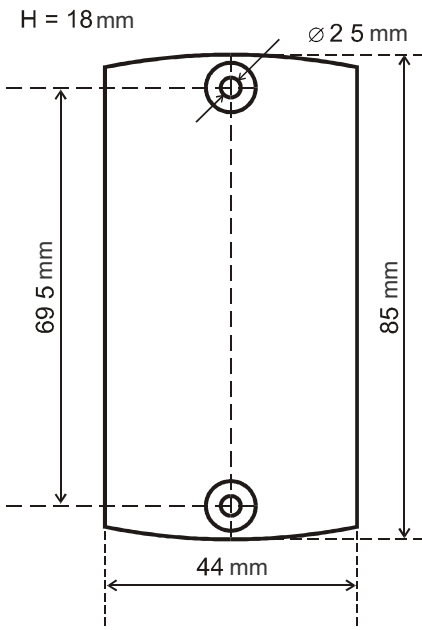

Bild 1
1. Märk ut och borra fästhålen i samma dimension som hålen i läsarens kåpa (bild 1)